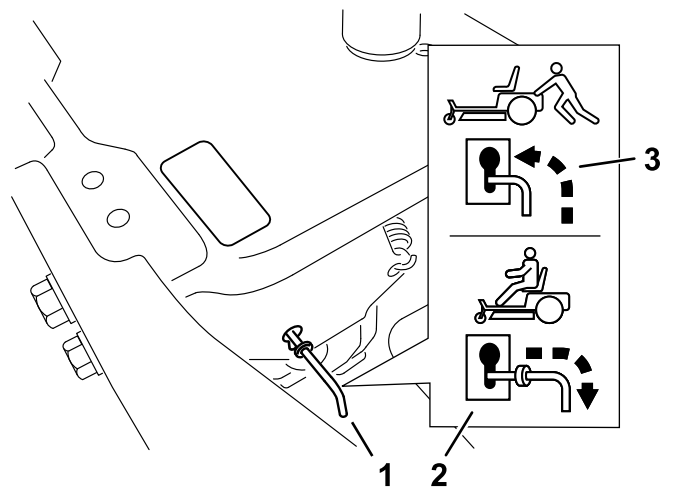

図 33
4. バイパスレバーをキー穴に沿って前に動かし、更に下に動かしてロックする 図 33。
バイパスレバーをキー穴に沿って後方に動かし、更に下に動かしてロックする 図 33。